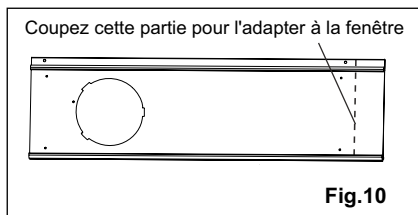

Fig.10
- i** Coupez le kit du curseur de fenêtre réglable si la largeur de la fenêtre est inférieure à 67,5 cm (fig.10).
- 2.** Ouvrez le châssis de la fenêtre et placez le kit du curseur de fenêtre sur le rebord de la fenêtre (fig.15). Fixez le kit du curseur de fenêtre au rebord de la fenêtre. Ajustez la longueur du kit du curseur de fenêtre selon la hauteur de la fenêtre. Vissez les deux vis sur le kit du curseur de fenêtre. Voir fig.15. Coupez le kit du curseur de fenêtre réglable si la hauteur de la fenêtre est inférieure à 67,5cm (fig.10).